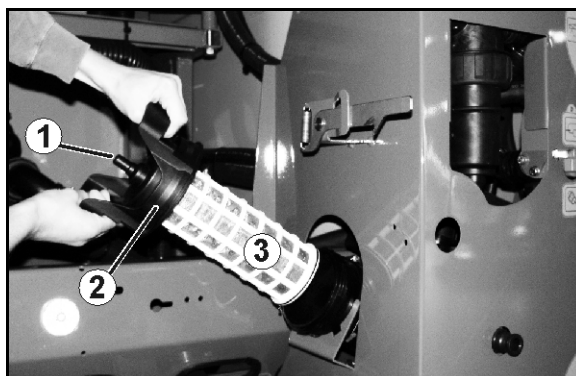

Fig. 135
5. Løsn låget på sugefilteret (Fig. 135/2).
6. Skru aftapningsventilen fast på sugefilteret (Fig. 135/1).
7. Tag låget med sugefilteret (Fig. 135/3) af, og rengør med vand.